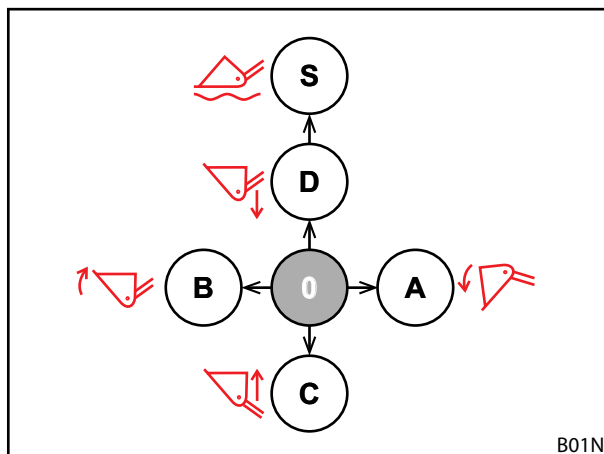
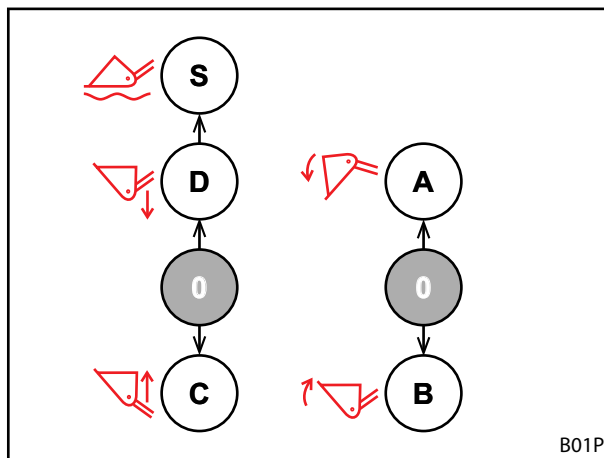

Fig. 77 Beläggning vid en manöverspak
Fig. 78 Beläggning för 2 manöverspakar
Bilderna visar beläggningen för en (1) manöverspak (se Fig. 77) och två (2) manöverspakar (se Fig. 78) sett uppifrån.